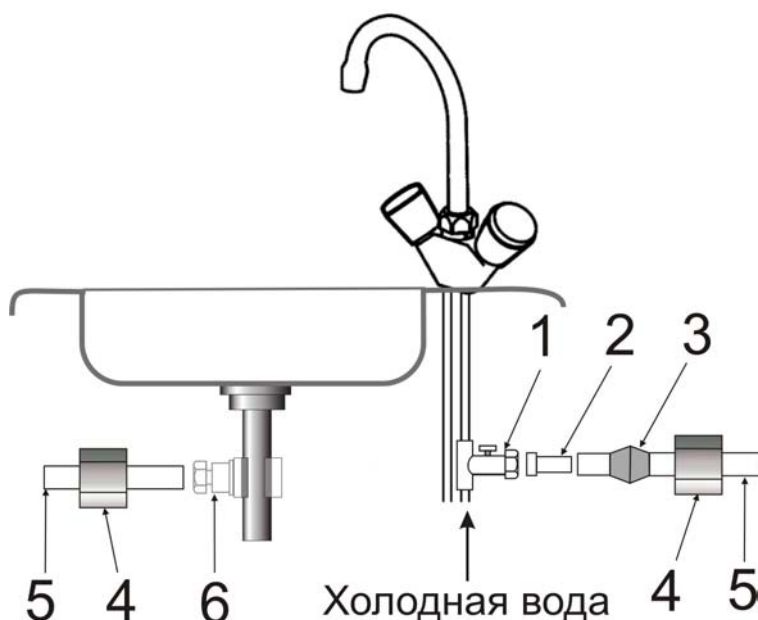

Рис. 6. Врезка подачи холодной воды и врезка выхода в дренаж.
- 8.8. Наложить дренажную скобу на сливную трубу раковины выше сифона (рис. 6) и просверлить в трубе отверстие $\varnothing$ 6 мм, используя отверстие в скобе как направляющую.